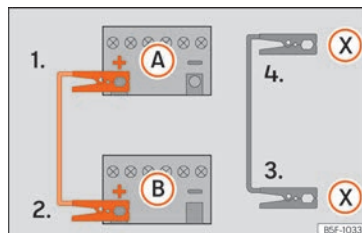

Abb. 83 Anschlusschema für Fahrzeuge mit Start-Stopp-System.
- 4b. Bei Fahrzeugen mit Start-Stopp-System: ein Ende des schwarzen Starthilfekabels (X) an einen geeigneten Masseanschluss, ein massives, fest mit dem Motorblock verschraubtes Metallteil oder an den Motorblock selbst anklammern » Abb. 83.
5. Klemmen Sie das andere Ende des schwarzen Starthilfekabels (X) im Fahrzeug mit der entladenen Batterie an ein mit dem Motorblock verschraubtes, massives Metallteil oder an den Motorblock selbst, aber so weit wie möglich von der Batterie (A) entfernt an.